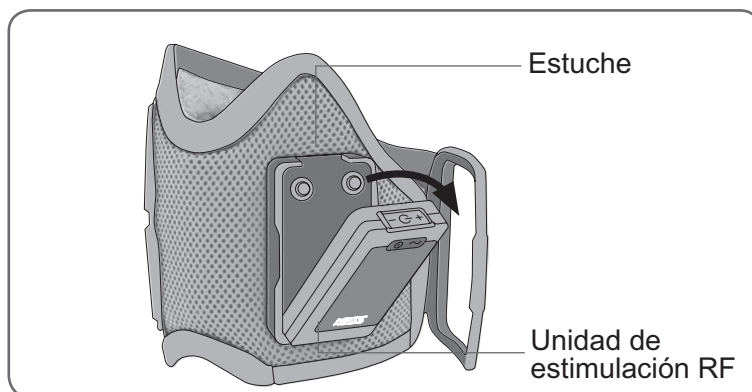

Figura 33: Cómo quitar la unidad de estimulación RF.
2. Jale la parte superior de la unidad de estimulación RF del estuche. Vea la Figura 33. Si el montaje está demasiado apretado, abra la tapa flexible sobre el puerto de carga para obtener un mejor agarre.